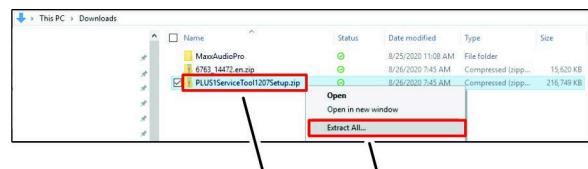

図 19
- ラップトップコンピューターのダウンロードディレクトリを開き、PLUS1ServiceTool1207Setup.zip ファイルリンクを右クリックし、ドロップダウンメニュー (図 19) の全て抽出...リンクをクリックする。